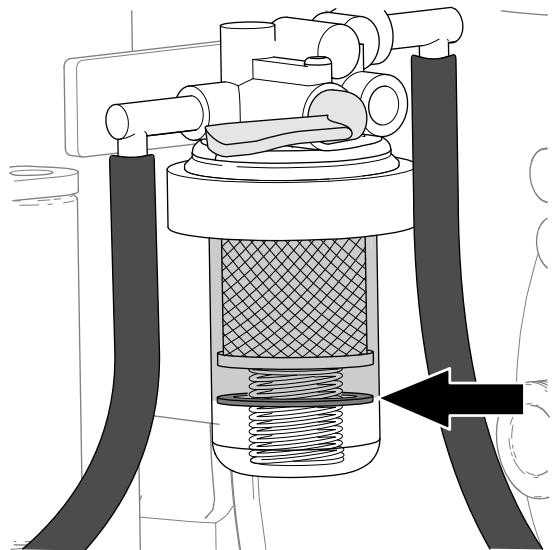

Figura 66
1. Observe el indicador de agua en el cuerpo del filtro de combustible para determinar si el flotador se eleva por agua en el cuerpo del filtro (Figura 66).